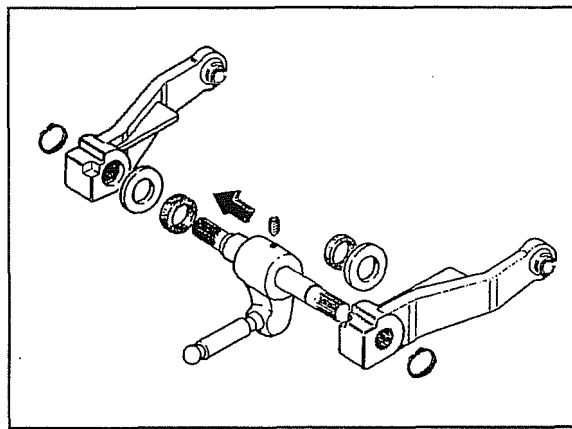

Fig. 33
- La fig.33 mostra in dettaglio il gruppo biella albero e bracci sollevatore.